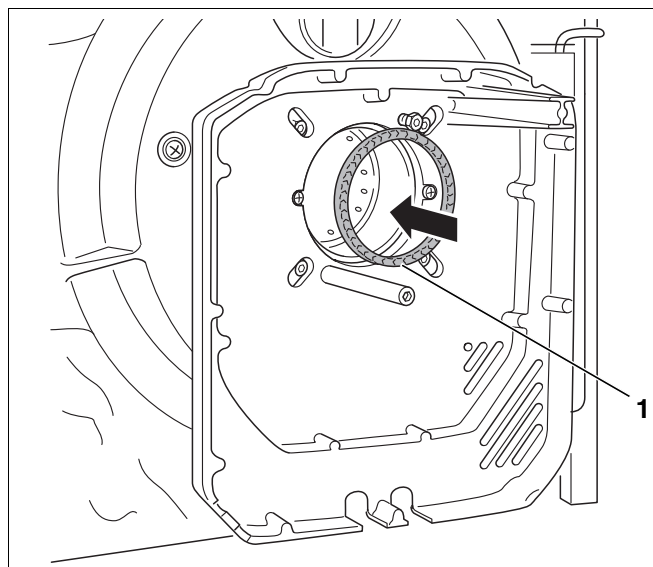
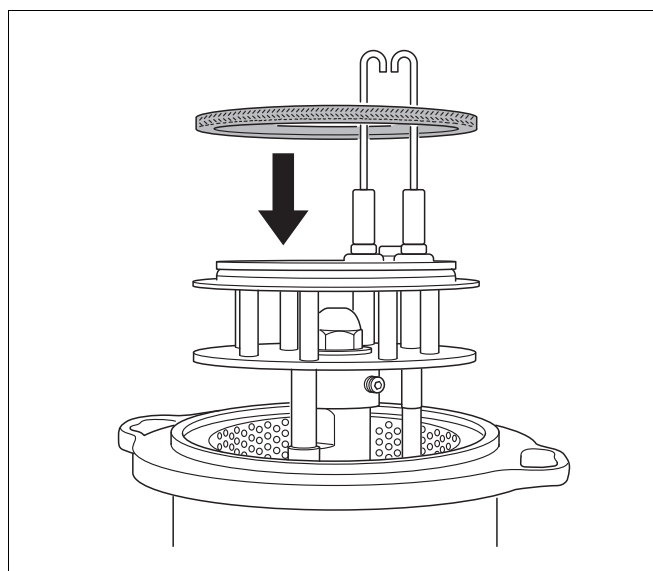

Abb. 21 Dichtung bei Brennertypen 17 bis 45 einsetzen
Abb. 22 Dichtung bei Brennertypen 55 bis 68 einsetzen
- Bei den Brennertypen 17 bis 45 wird die Dichtung (Abb. 21, **Pos. 1**) in das Brennerrohr eingesetzt.
- Bei den Brennertypen 55 bis 68 wird die Dichtung zunächst auf dem Mischsystem aufgesetzt (Abb. 22).
Prüfen Sie abschließend den korrekten Sitz der zwischen Mischsystem und Brennerrohr eingesetzten Dichtung (Abb. 21 bzw. Abb. 22).